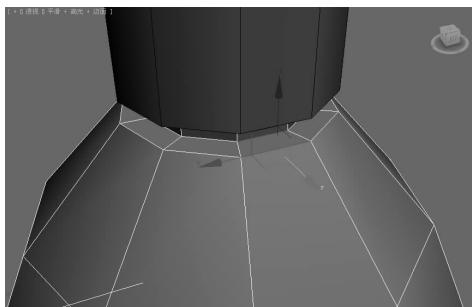
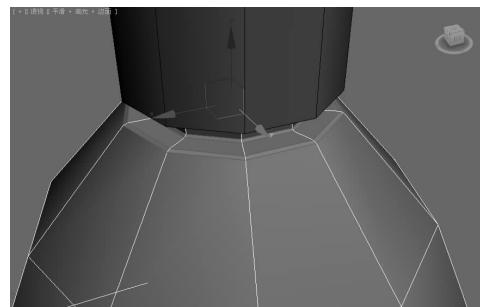

图 5-107 选中瓶盖上的边▲
图 5-108 切角边▲
(3) 单击“边”按钮，在透视图中选中如图 5-107 所示的边，在“选择”卷展栏中单击“循环”按钮，可以将与选择的边相连的边都选中，在“编辑边”卷展栏中单击“切角”按钮右边的 \square 按钮，在弹出的对话框中设置“切角量”为 0.08，单击“确定”按钮，这样做是为了更好地平滑表面。得到如图 5-108 所示的效果。